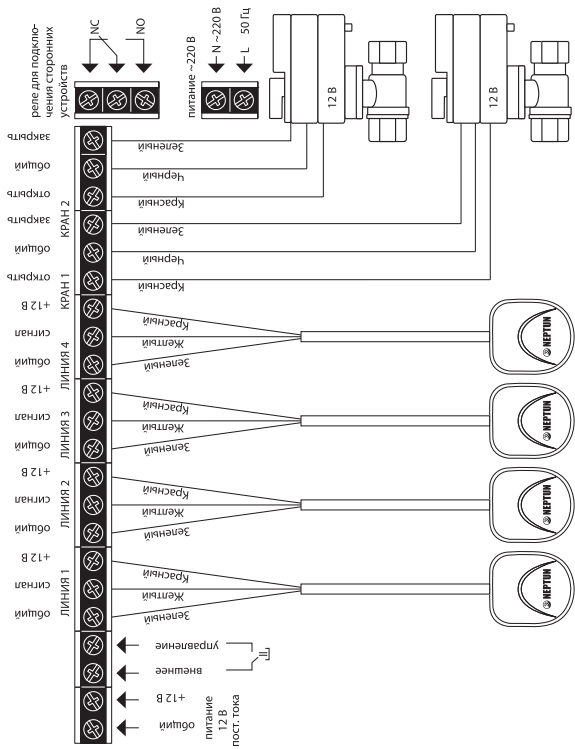
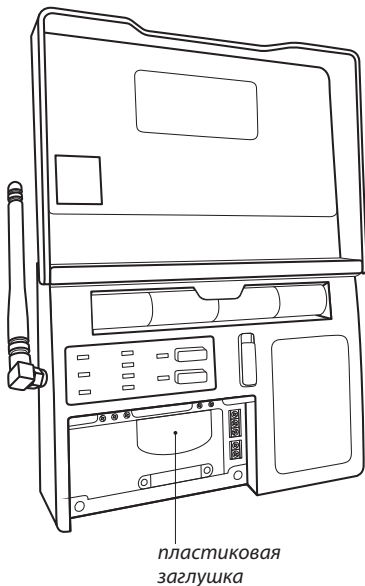

Рис. 5. Схема подключения кранов шаровых с электроприводом серии Nerptun Vigattti Pro 12 В к модулю управления Nerptun ProW+ WiFi
Рис. 6. Вид модуля управления Neptune ProW+ WiFi с открытой крышкой коммутационного отсека
Модуль управления Neptune ProW+ WiFi (см. рис. 5) имеет:
Подключение прибора к сети электропитания переменного тока производите в строгом соответствии со схемой подключения (рис. 5), которая изображена на внутренней стороне крышки прибора.
3. Откройте крышку коммутационного отсека (рис. 6).
4. Выполните подключение проводных датчиков серии SW, проводов электропитания и кранов с электроприводами в соответствии со схемой на рис. 5. При необходимости, для ввода проводов в коммутационный отсек удалите пластиковую заглушку, расположенную в нижней части корпуса прибора при помощи отвёртки (рис. 6, 7).
Для этого, подключите выносной выключатель к соответствующим клеммникам модуля управления (см. рис.5).